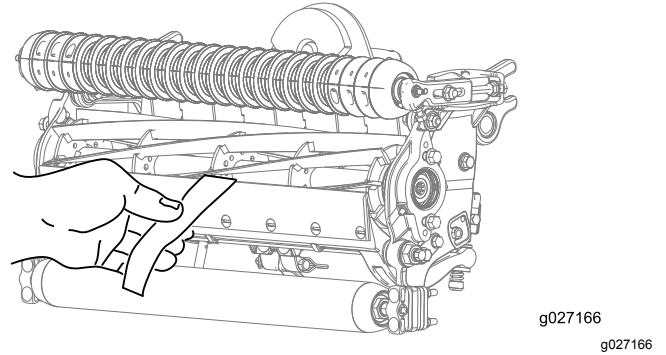

图11
12. 在滚刀与底刀间插入一长条 Toro 剪切性能纸纸要与底刀垂直检测剪切性能图11。